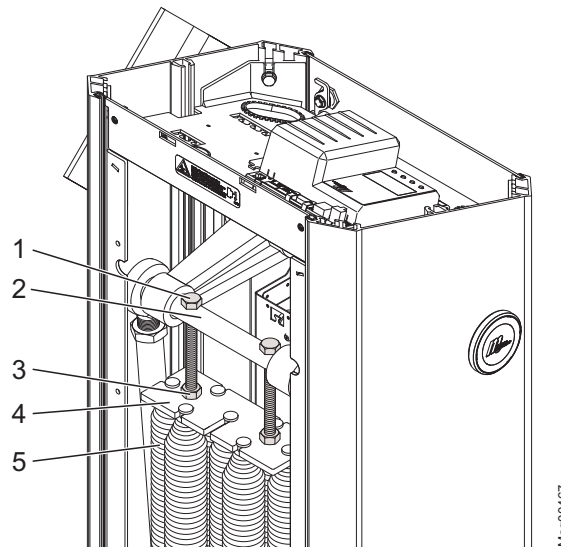

Bild 48: Ställa in balansfjädrar Access XL2 och Access XXL
6. Lossa M16-muttrarna (Bild 48, pos. 3) samtidigt.